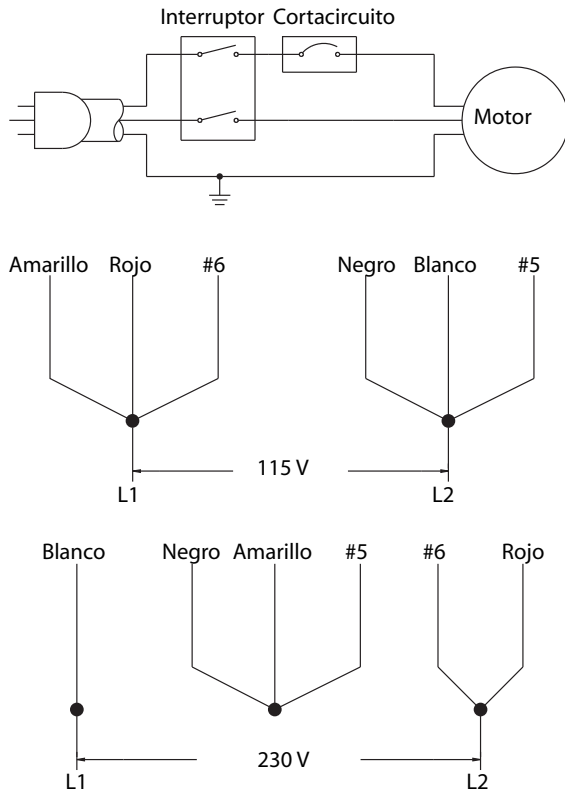

Figura 5 – Diagrama del Cableado
- Consulte el diagrama de cableado (Figura 5) para ver las instrucciones de cableado, para operación de una fase.